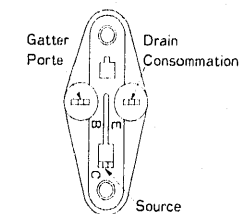

Abb. 5 Fig. 5
(1) Wenn die stabilisierte Stromversorgung und die dazugehörigen Teile von Q701 und Q702 (D705, R706, R707 und ähnliche Teile) ersetzt werden, könnte die Einstellung der Eingangs/Ausgangs-Gleichspannung ausdriften, so daß die Eingangs/Ausgangs-Gleichspannung kontrolliert werden muß.
(2) Da für HFE in \textcircled{E} -Klassen klassifiziert ist und für Q701 und Q702 eine Klasse von $\textcircled{E1}$ - $\textcircled{E3}$ vorgeschrieben ist, unbedingt beim Austausch auf die richtige Klasse für den entsprechenden Kanal achten.
(3) Da der Stecker für den Transistor auch für den Leistungs-MOS-FET verwendet wird, wird die Polarität durch B, C und E angegeben. Diese gemäß Angaben in Abb. 5 anpassen, wenn der Leistungs-MOS-FET erneuert bzw. geprüft wird.